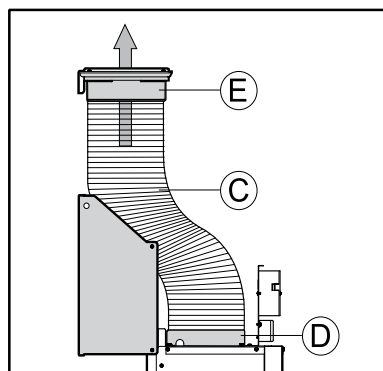

Рис. 12
3. Подсоедините воздуховод **C** (в комплект поставки не входит) к выходному отверстию **D** вытяжки (см. рис. 12). Рекомендуется использовать воздуховод диаметром 150 мм. Использование воздуховода диаметром 120 мм снижает производительность и увеличивает шум при работе вытяжки.
плуатация вытяжки»), то воздуховод **С** необходимо подсоединить к фланцу **Е** площадки для решетки (см. рис. 12).